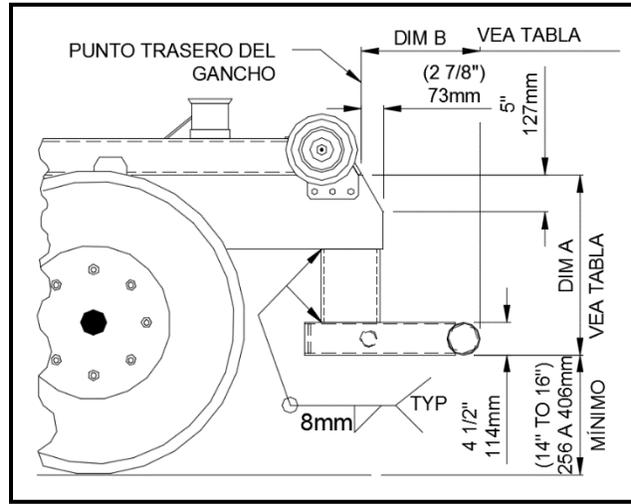
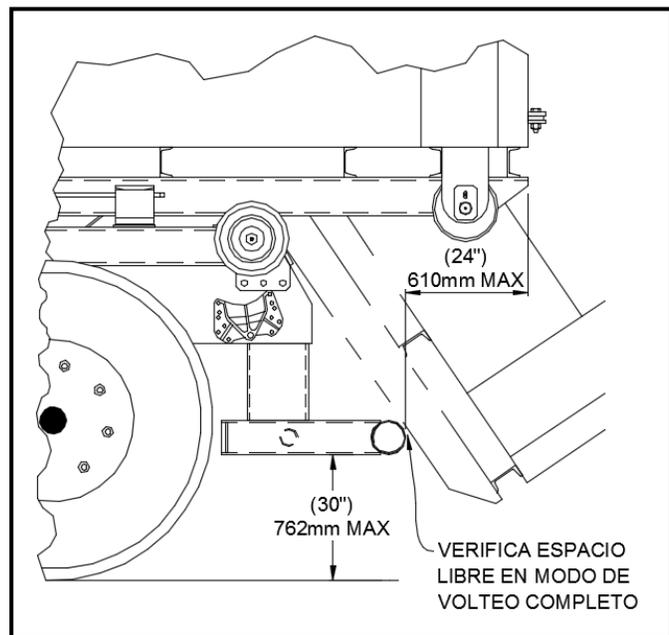

Figura 1
Figura 2
2. Corta el chasis del camión a las dimensiones indicadas (Vea Figura 1). Estas dimensiones facilitan que el montaje de la assembly de las luces traseras.
3. Mide la distancia del fondo del riel de chasis al suelo (NOTA: debe de realizar esta medición sobre superficie plano). Basado en esta medida y las dimensiones en figura 1, el soporte vertical (N Pt: 63H94) se puede modificar en su longitud para cumplir con las regulaciones del OMCS (Office of Motor Carrier Safety). La regulación 393.86 (de OMCS, Office of Motor Carrier Safety) requiere que ningún parachoques puede colocar más que 30 pulgadas (762 mm) cuando el camión este vacío, y la terminación del parachoques no debe quedar más que 24 pulgadas (610 mm) del trasero extremo del vehículo, inclusive la carrocería (Vea Figura 2). Al determinar la longitud de los soportes verticales, suéldalos al bastidor del camión. (Vea notas adicionales en la próxima página).
4. Centra el parachoques {N Pt: 52H12} sobre los soportes verticales {63H94}. Coloca el parachoque trasero desde el trasero del bastidor del gancho según la tabla de localización. Esta es muy importante para asegurar que los bastidores de soporte de los contenedores no golpean con el parachoque durante el ciclo de volteo (Vea Figura 1 & 2).